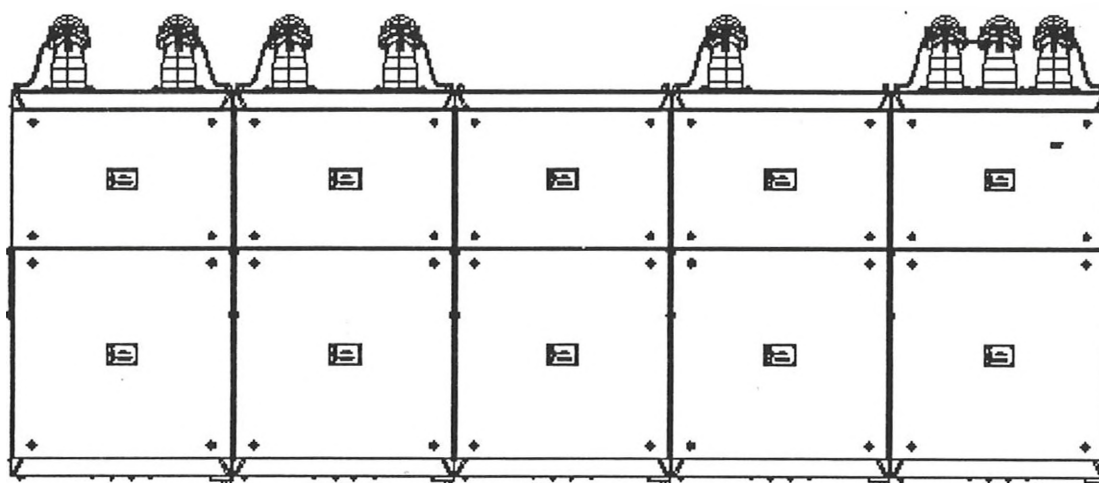

Рисунок 7. Групповое КРУ
4.4 Конструкция шкафов позволяет осуществлять, как жесткую комплектацию в групповое КРУ без применения дополнительных устройств (рисунок 7), для чего предназначены шины 31 (рисунок 2,4), так и установку их как одиночные КРУ (рисунок 6).